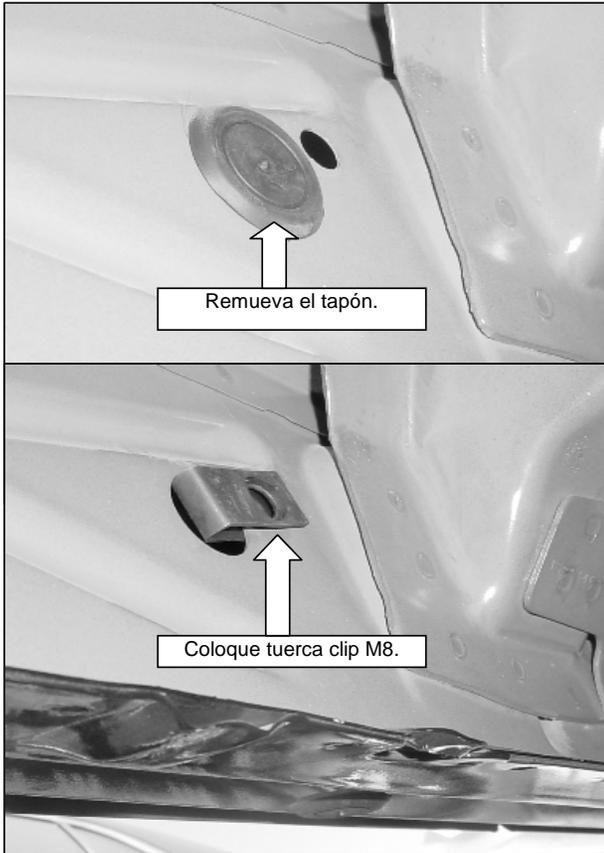

ILUSTRACIÓN 2
4. En modelos **DOBLE CABINA**, localice en la parte delantera y central de la carrocería del vehículo el barreno roscado y tuerca existente. **VER FOTO 1.** Coloque el bracket y fije de acuerdo a la **ILUSTRACIÓN 1**. **NOTA: Coloque el espaciador como se muestra en la ilustración 1.** En la parte trasera localice los barrenos e inserte una tuerca clip M8. **VER FOTO 2.** Coloque los bracket y fije de acuerdo a la **ILUSTRACIÓN 2**. Repita para el lado contrario.
5. En modelos **CABINA Y MEDIA**, localice en la parte delantera, central y trasera de la carrocería del vehículo el barreno e inserte una tuerca clip M8. **VER FOTO 2.** Coloque el bracket y fije de acuerdo a la **ILUSTRACIÓN 2.**